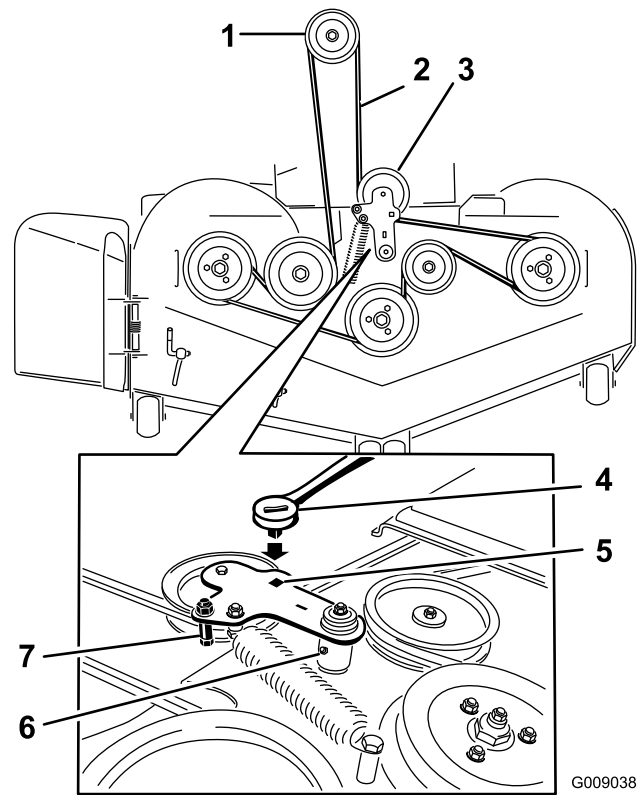

Figura 93
5. Utilice una llave de carraca en el taladro cuadrado del brazo tensor para aliviar la tensión del muelle tensor (Figura 93).
7. Instale la guía de la correa en el brazo tensor tensado con muelle (Figura 93).
9. Pase la correa nueva alrededor de las poleas del cortacésped y de la polea del embrague, debajo del motor (Figura 93).
10. Instale la guía de la correa en el brazo tensor (Figura 93).
11. Utilizando la llave de carraca en el taladro cuadrado, instale el muelle tensor (Figura 93).